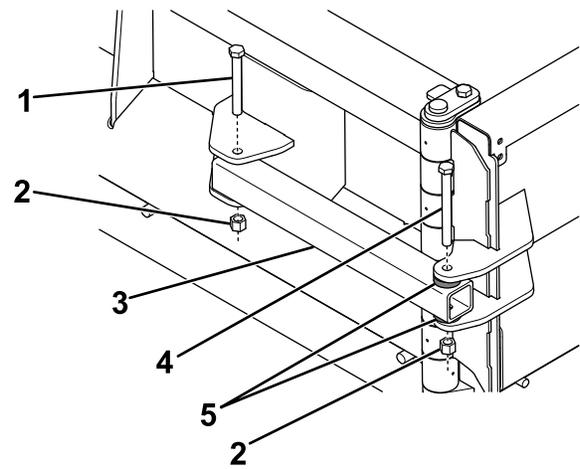

Figura 8
1. Sujete provisionalmente la barra de refuerzo a la aleta usando un perno de seguridad ($\frac{1}{2}$ " x 5"), 2 espaciadores y una contratuerca (Figura 8).
2. Sujete provisionalmente el otro extremo de la barra de refuerzo a la pala central usando un perno ($\frac{1}{2}$ " x 4") y una contratuerca (Figura 8).